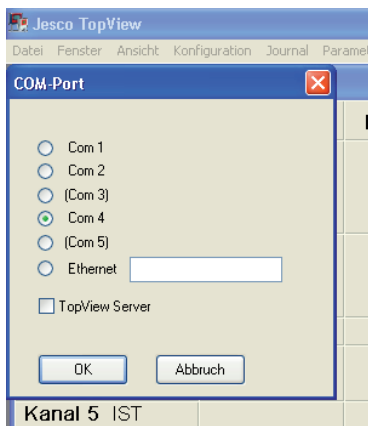

Abb. 4.3: Auswahl Schnittstelle der Schnittstellenkonverters
- Wählen Sie die Schnittstelle aus, an der sich der Schnittstellenkonverter zum RS-485 Bus-Netzwerk befindet. Bestätigen Sie die Eingabe mit „OK“ (siehe Abb. 4.3.).